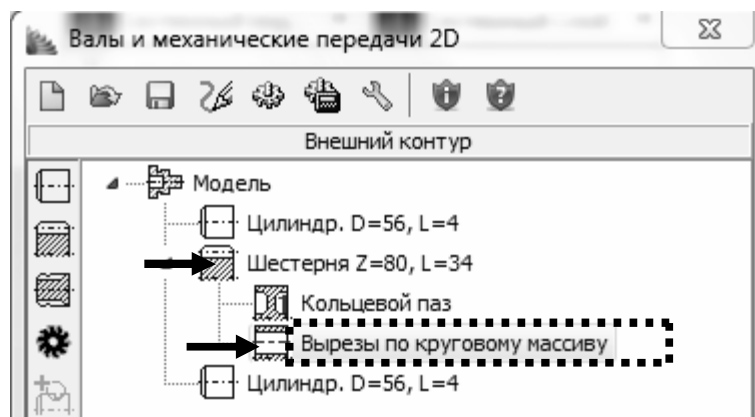

Рис. 14.15. Выбор команды Вырезы по кольцевому массиву.
8.1. Для построения кольцевых отверстий на вкладке «Внешний контур» укажите на шестерню в дереве построения (**Шестерня Z=80, L=34**) и далее во вкладке «Дополнительные построения» выберите команду «Вырезы по кольцевому массиву» (рис. 14.15).